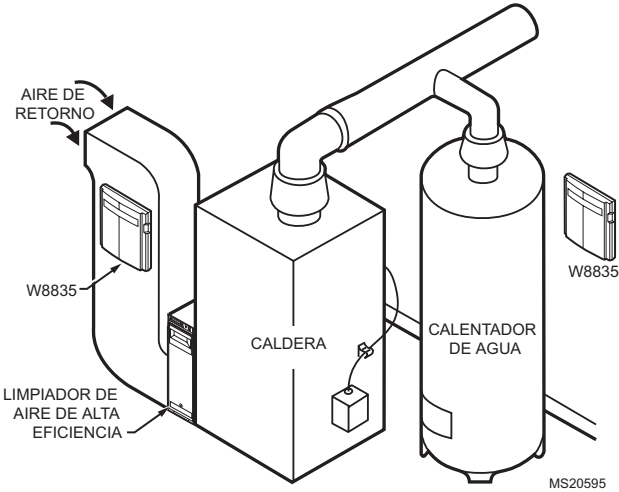

Fig. 2. Ubicación de montaje del W8835.
- 3. Monte el panel EnviraZone W8835 cerca del equipo HVAC; colóquelo sobre una pared o en la toma de retorno de aire frío. Vea la Fig. 2.